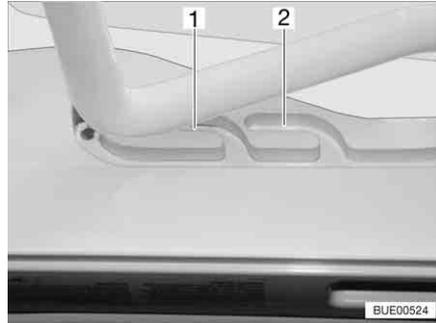
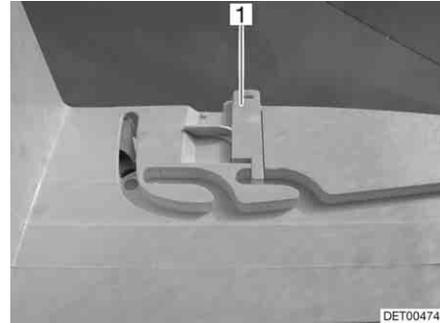

Bild 56 Heki-Dachhaube in Lüftungsstellung
Bild 57 Verriegelung Lüftungsstellung
Die Heki-Dachhaube kann in zwei Lüftungsstellungen gebracht werden: Schlechtwetterstellung (Bild 56,1) und Mittelstellung (Bild 56,2). Je nach Modell kann die Dachhaube in der Mittelstellung mit dem Riegel (Bild 57,1) verriegelt werden.
- Den Bügel leicht nach oben drücken und in die gewählte Führung (Bild 56,1 oder 2) schieben und ggf. verriegeln.